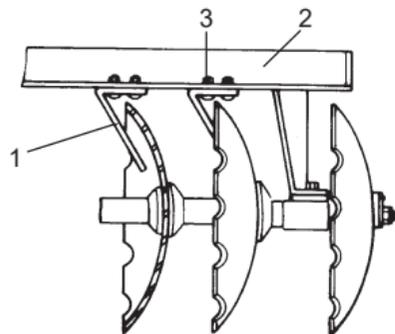

FIGURA 12
22 - Fixar os limpadores item 1 nas armações dianteira e traseira, com os parafusos item 3, conforme mostra a **Figura 12**.